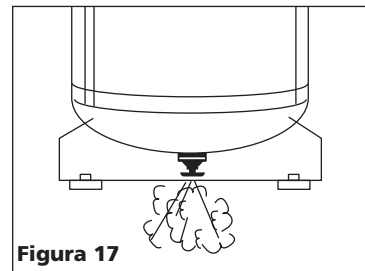

Figura 17
2. Drene el tanque. Apague el compresor y libere toda la presión, después: Abra la llave de drenaje, ubicada debajo del tanque, para drenar toda la humedad (Vea la Figura 17).